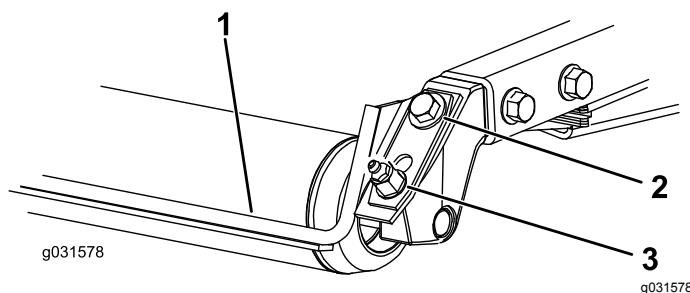

Рисунок 8
- Ослабьте пресс-масленку и крепежный винт (Рисунок 8).